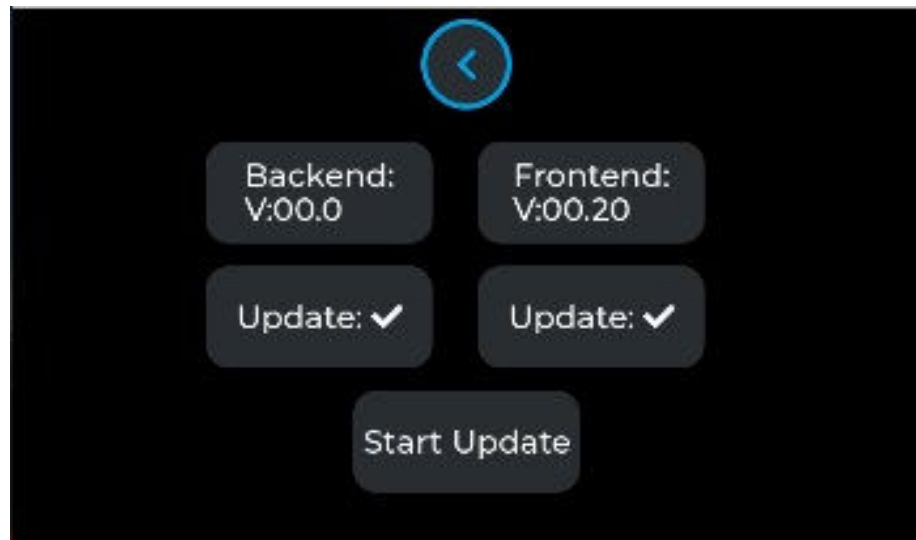

Fig. 6.9 Menu de mise à jour
- 6) Une fenêtre de mise à jour s'ouvre, comme sur la fig. 6.9. Appuyez sur le bouton « Start Update » pour lancer la mise à jour. Le pourcentage de progression de la mise à jour s'affiche à l'écran.